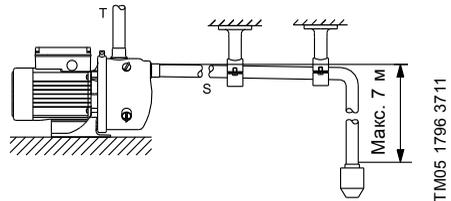

Рис. 2 З'єднання з трубопроводом
Під'єднайте напірний трубовід до нагнітального отвору насоса (T). Див. рис. 2.